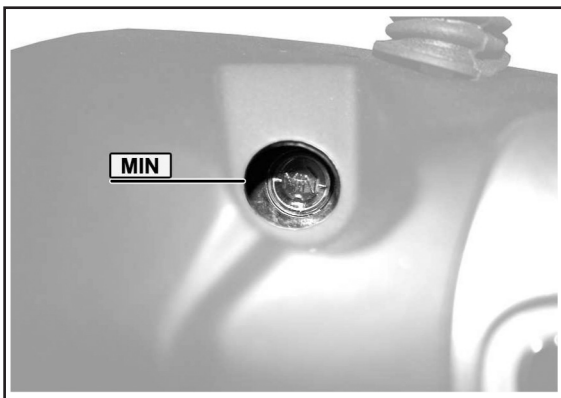

Fig. 02
**6.13 LIQUIDO FRENI** (Fig. 02)